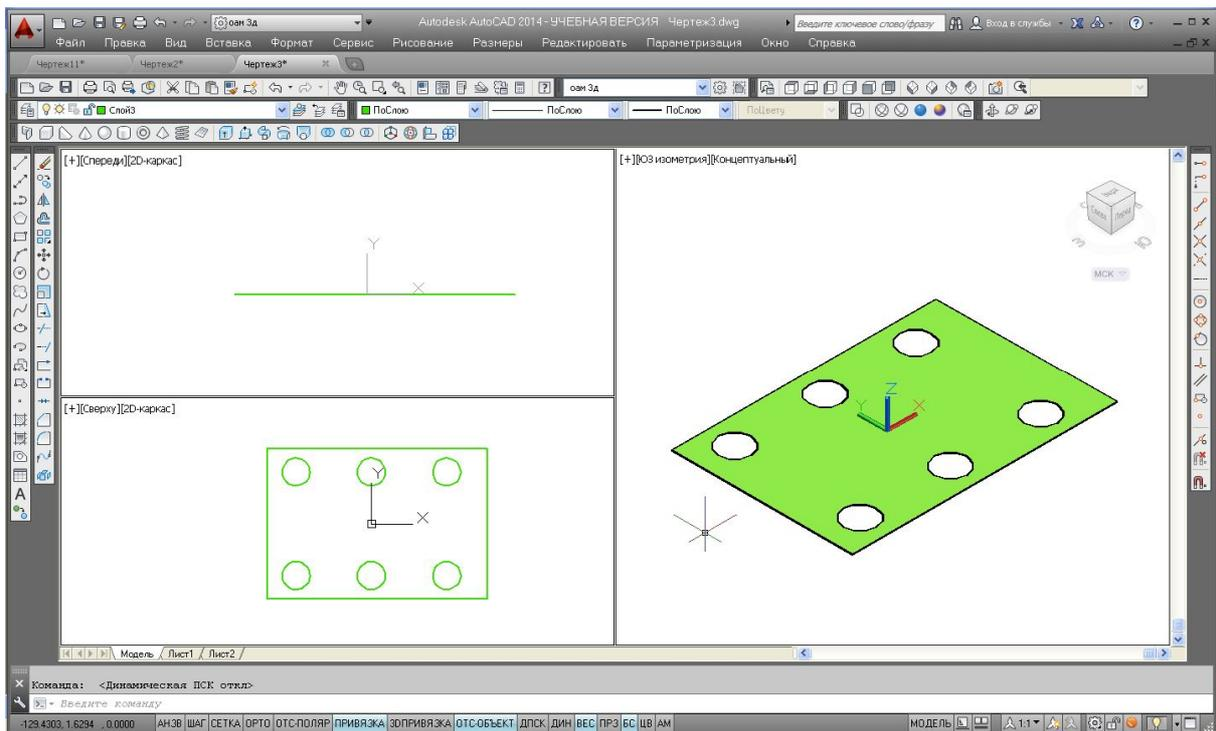

Рис. 78. Операция **Вычитание**
5. Создать семь областей (область прямоугольника А и области окружностей В). Выполнить вычитание двух множеств (область А – области В) с помощью панели **Моделирование** и операции **Вычитание** (рис. 78).